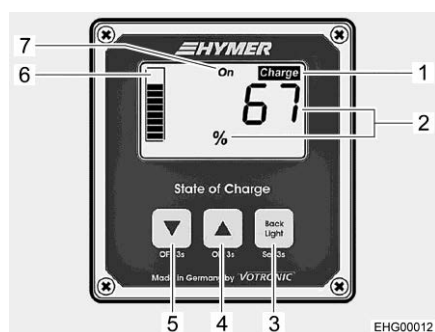

Fig. 131 Pannello indicatore (indicazione dello stato di carica complessivo)
**Illuminazione del display** Quando si preme un tasto sul pannello di controllo, l'illuminazione del display si accende automaticamente. Se non si preme alcun tasto per 3 minuti, l'illuminazione si spegne automaticamente. L'illuminazione del display può essere spenta manualmente con il tasto (Fig. 131,3).
**Stato di carica complessivo (SOC), indicazione** Il display mostra lo stato di carica complessivo delle batterie piombo-acido e al litio, noto come "state of charge" (SOC). Il valore SOC della batteria è espresso in percentuale (Fig. 131,2) e viene visualizzato anche sotto forma di grafico a barre (Fig. 131,6).
- Quando il display visualizza l'indicazione di tensione: Premere brevemente il tasto (Fig. 131,4) o (Fig. 131,5) per passare alla visualizzazione del valore SOC della batteria (Fig. 131,2).
Se il valore SOC scende al di sotto del 20%, l'indicatore "Charge" (Fig. 131,1) lampeggia. In questo caso caricare le batterie.
- Se il display mostra il valore SOC: Premere brevemente il tasto (Fig. 131,4) o (Fig. 131,5) per passare alla visualizzazione della tensione della batteria (Fig. 132,1).